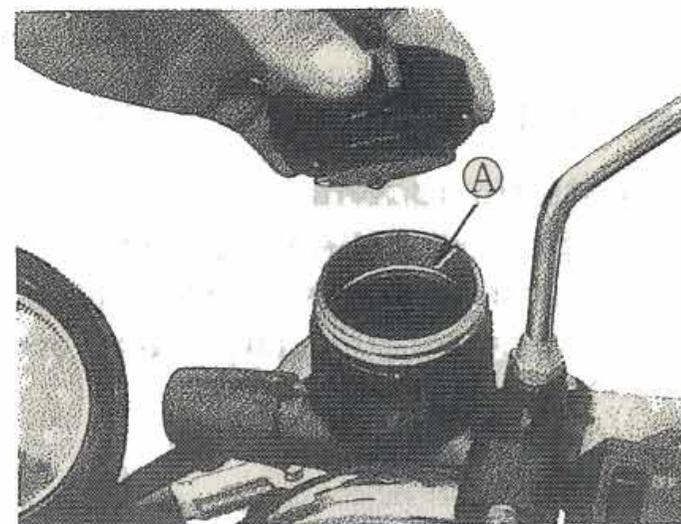

Fig. 45 - Serbatoio liquido freno
- 1) Attaccate un tubo di sfogo (B) alla valvola di sfogo, dopo aver tolto il coperchio parapolvere dalla stessa. E' meglio usare un tubo trasparente per vedere se vi sono bolle di aria nel sistema idraulico (Vedi fig. 45 - 46).